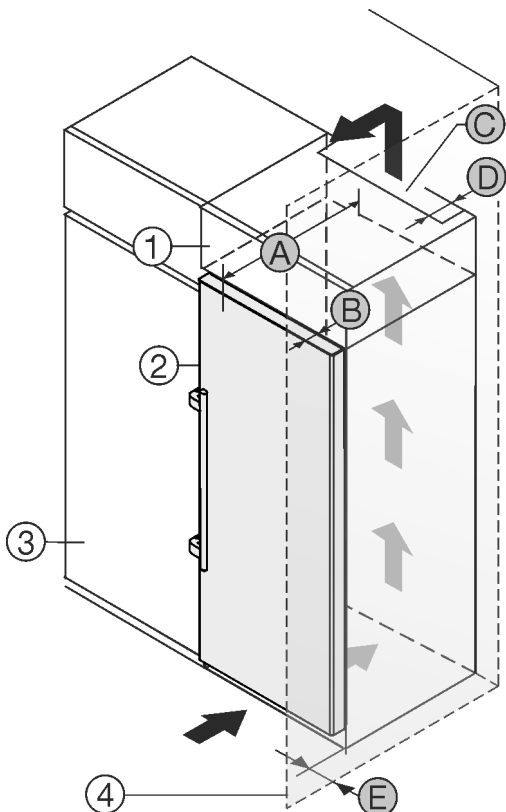

Fig. 2
Пристрій встановити безпосередньо поряд із кухонною шафою Fig. 2 (3).\*
Зі зворотного боку шафи для встановлення на пристрій слід передбачити вентиляційну шафу завглибшки Fig. 2 (D) на всю ширину цієї шафи.\*
Слід дотримуватись вентиляційного отвору Fig. 2 (C) в стелі приміщення.\*
Якщо пристрій із шарнірами встановлюється поряд зі стінкою Fig. 2 (4), відстань між пристроєм та стінкою повинна бути не менше 57 мм. Це відповідає необхідній відстані для ручки після відкривання дверцят.\*
Щоб мати можливість повністю відкривати дверцята, потрібно, щоб пристрій стояв на відстані глибина дверей Fig. 2 (B) відносно передньої панелі кухонної шафи. Залежно від глибини кухонних шаф Fig. 2 (3) та використання пристінних розпірок пристрій може ще більше видаватися вперед.\*